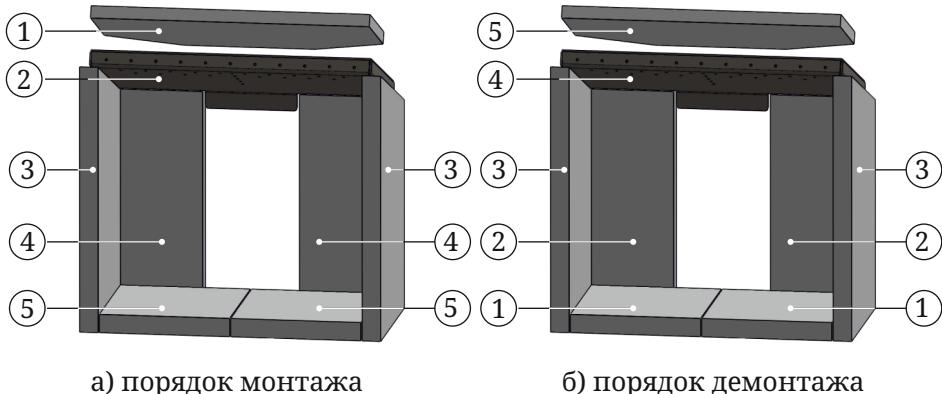

Рисунок 9. Футерующие плиты и дефлекторы
После этого необходимо произвести монтаж футерующих плит и дефлекторов топливника, порядок монтажа см. рисунок 9а.
*Внимание! Чтобы произвести очистку камина от сажи необходимо демонтировать футерующие плиты и дефлекторы согласно п. 7.3, рисунок 9б.*